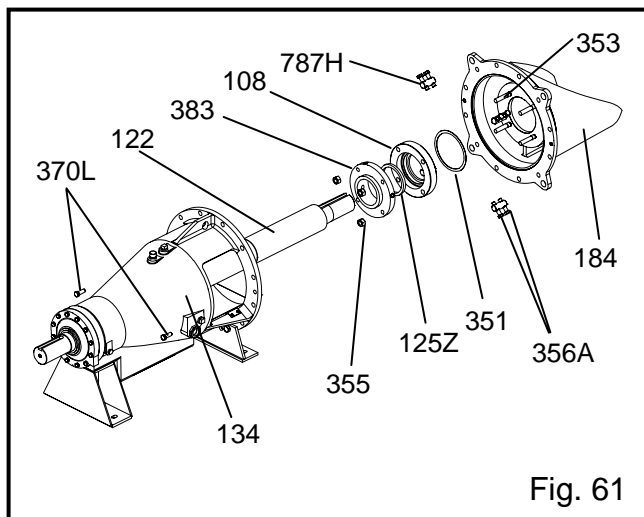

Fig. 61
16. Fazer deslizar individualmente no veio (122) os diferentes componentes do empanque mecânico (383, 108) e as juntas, antes de a tampa do bucim (184) ser instalada. Se o empanque tiver um casquilho de restrição (125Z) será incluído na bomba um adaptador opcional (108). Nas bombas maiores usar um cabo de elevação ou olhal e corrente para suportar o peso da tampa do bucim durante a montagem. Montar a tampa do bucim no ressalto do suporte dos rolamentos (134). Fixar a tampa do bucim ao suporte dos rolamentos (134) com os dois parafusos (370K). Ter cuidado para não raspar ou marcar o veio (122) durante a instalação. Montar as quatro presilhas de ajustamento (787H) e os parafusos de ajustamento do impulsor (356A). Utilizar os parafusos de ajustamento (356A) superiores mais perto do suporte dos rolamentos para centrar a tampa do bucim no veio. Para instalar e alinhar correctamente o empanque mecânico seguir as instruções do fabricante. Em ultimo lugar montar as porcas do bucim (355) e fixar o empanque à tampa do bucim (184). Garantir que todos os tubos de alimentação foram desligados, ver Fig. 61.